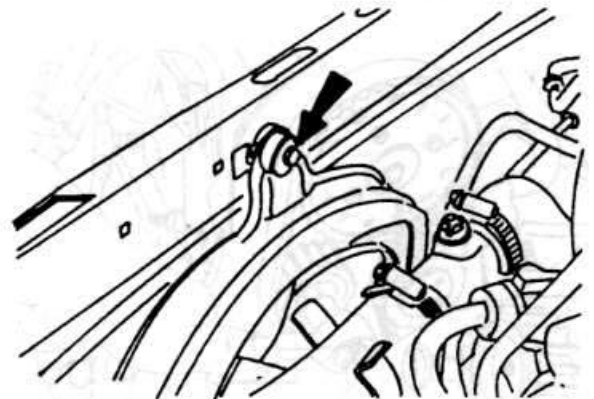

Рис. 2.97
- ♦ Снимите кожух вентилятора (рис. 2.97).